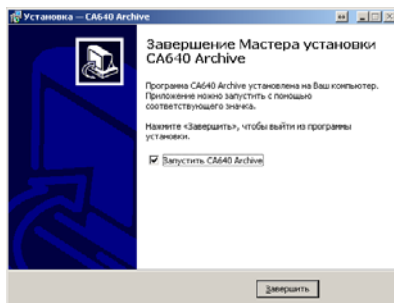

Рисунок 8.18
6) На экране появится окно (рисунок 8.18). Для завершения установки драйвера щелкнуть по кнопке **Завершить**, на Рабочем столе появится ярлык "CA640 PC".